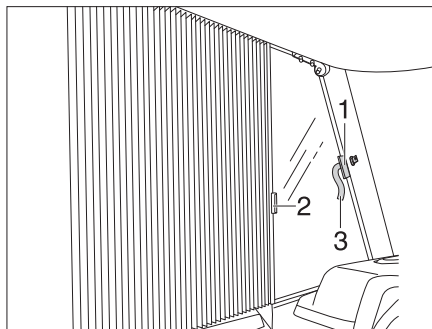

Bild 15 Sichern faltverdunklung Fahrer-/Beifahrerfenster
- Die faltverdunklungen für das Fahrerfenster und das Beifahrerfenster mit den Griffen (Bild 15,2) unter die Abdeckungen schieben und mit den Klettverschluss-Schleifen sichern (Bild 15,1 und Bild 15,3). Die faltverdunklung ist gesichert.